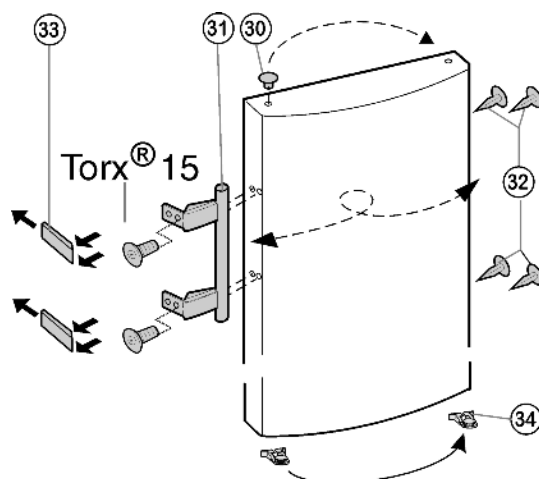

Fig. 11
- ▶ Выведите из фиксатора дверцы пружинный зажим Fig. 11 (34) и переставьте его на новую сторону шарнира.\*
- ▶ Извлеките пробку Fig. 11 (30) из опорной втулки дверцы и переставьте.
- ▶ Снимите и переставьте на противоположную сторону дверную ручку Fig. 11 (31), пробку Fig. 11 (32) и прижимные пластины Fig. 11 (33).